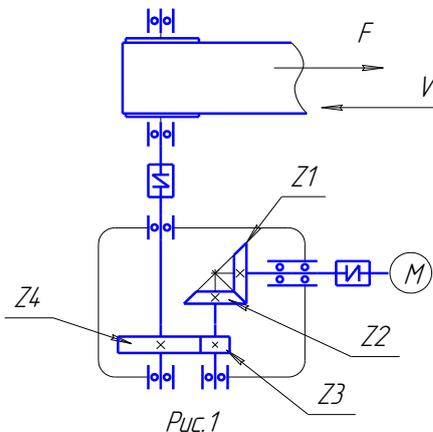

Рис. 10
- Рассчитать кинематические и динамические параметры электропривода ленточного конвейера (рис. 10).